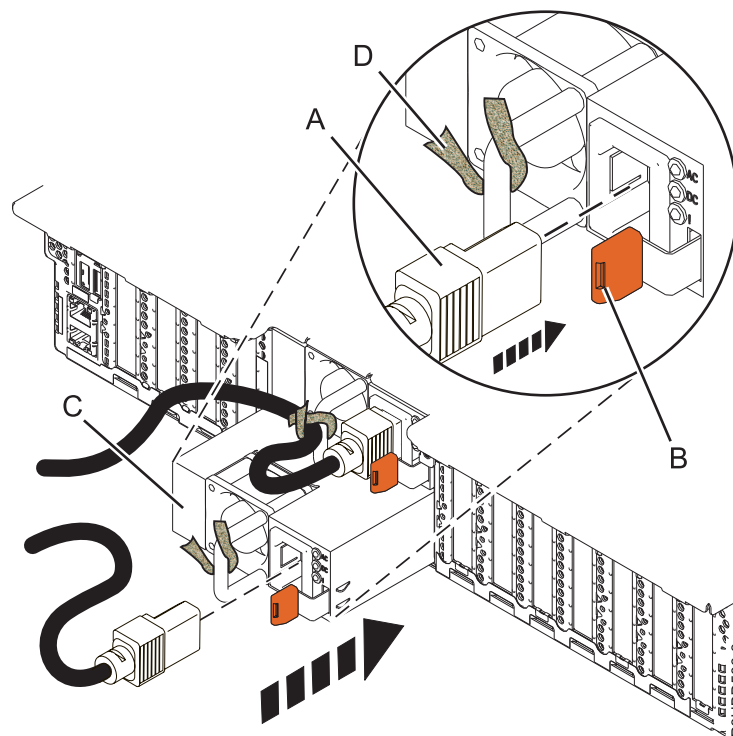

Figura 5. Substitució d'una font d'alimentació al sistema
3. Alineu la font d'alimentació (C) amb el compartiment i desplaceu la font d'alimentació al sistema fins que el pestell de color terracota (B) quedi bloquejat al seu lloc, tal com es mostra a Figura 5.
4. Connecteu el cable d'alimentació (A) a la font d'alimentació (C), tal com es mostra a Figura 5.
5. Utilitzeu la brida (D) i fixeu el cable d'alimentació a la nansa de la font d'alimentació, tal com es mostra a Figura 5.